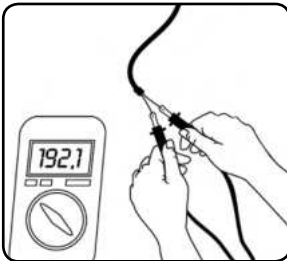

fig. 1
-Mida la resistencia del cable calefactor (Ver fig. 1), comprobar que concuerda con resistencia en el certificado de garantía.